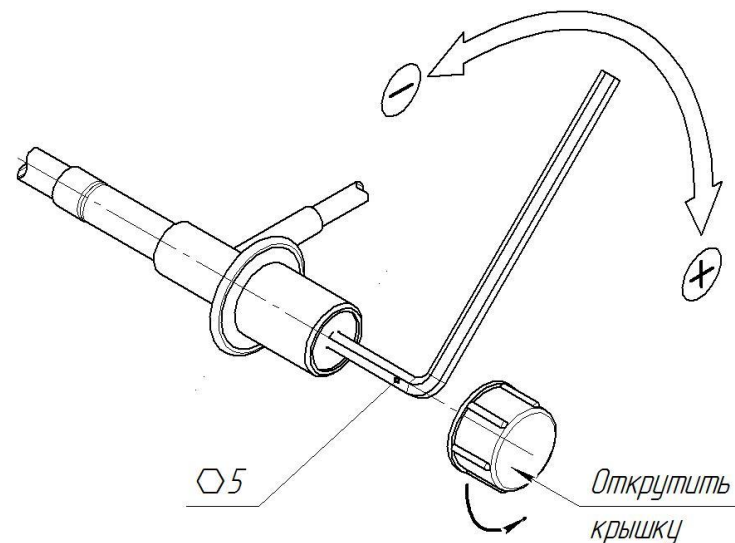

Рисунок 4 Регулятор производительности.
- открутить крышку с регулятора производительности (рисунок 4);